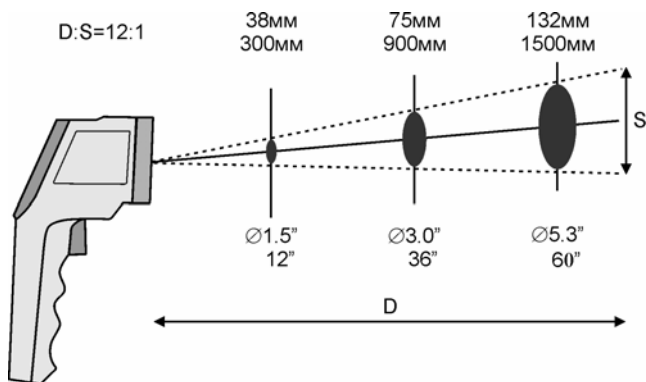

Рис. 5
2. Расстояние и размер пятна: с увеличением расстояния до объекта увеличивается и размер пятна измеряемой области (см. рис.5).